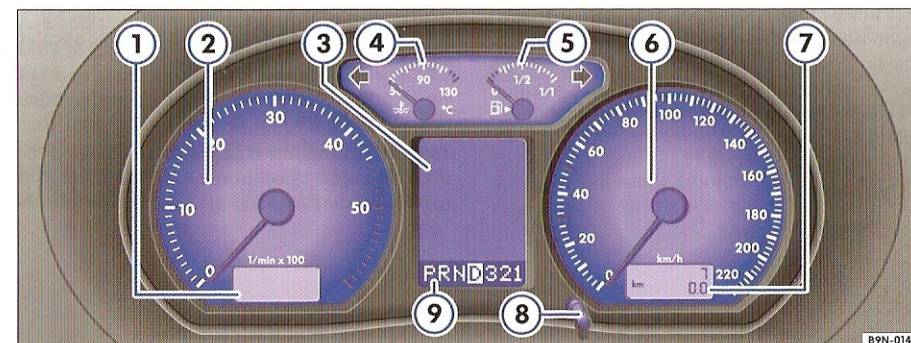

Fig. 3 Imagine din tabloul de bord: Ceasurile de bord.
- Rotiți butonul ⇒ pagina 7, fig. 3" ⑧ până la limită spre stânga, pentru a regla orele. Dacă rotiți butonul scurt spre stânga, se va regla câte o oră.
Începutul zonei roșii a turometrului ⇒ pagina 7, fig. 3" ② reprezintă pentru toate treptele de viteză turația maximă admisă a motorului în regim normal de funcționare. Înaintea atingerii acestei zone, se va indica schimbarea vitezei într-o treaptă superioară sau selectarea poziției⁴⁾ D, sau ridicarea piciorului de pe pedala de accelerație.
Contorul kilometrilor parcurși ⇒ pagina 7, fig. 3" ⑦ se găsește în vitezometru.
Contorul distanțelor scurte parcurse ⇒ pagina 7, fig. 3" ⑦ se găsește în vitezometru.
Indicarea termenelor de prezentare la service se realizează fie prin display-ul kilometrajului ⇒ pagina 7, fig. 3" ⑦, fie prin display-ul⁶⁾ din tabloul de instrumente.
parcurge până la data scadentă. Acest afișaj dispăre după cca. 10 secunde. Apare apoi "simbolul unui ceas" și numărul de zile rămase până la data scadentă de prezentare la service. Pe display-ul din tabloul de instrumente apare următorul afișaj: **SERVICE IN ---KM ODER ---TAGEN** (service în ---km sau ---zile). După cca. 20 secunde de la punerea contactului sau când motorul funcționează, indicația de service se stinge. Puteți comuta pe afișajul normal și prin apăsarea butonului de resetare ⇒ pagina 7, fig. 3" ⑧.
Când contactul este pus, puteți apela oricând informațiile actuale de service, menținând apăsat cel puțin 2 secunde butonul de resetare al km pentru distanțe scurte ⇒ pagina 7, fig. 3" ⑧.
Când se apropie termenul de prezentare la service, pe display apare un **avertisment service**. Apare simbolul unei "chei fixe" și indicatorul "km" cu valoarea kilometrilor care se mai pot parcurge până la data scadentă. Acest afișaj dispăre după cca. 10 secunde. Apare apoi "simbolul unui ceas" și numărul de zile rămase până la data scadentă de prezentare la service. Pe display-ul din tabloul de instrumente apare următorul afișaj: **SERVICE IN ---KM ODER ---TAGEN** (service în ---km sau ---zile). După cca. 20 secunde de la punerea contactului sau când motorul funcționează, indicația de service se stinge. Puteți comuta pe afișajul normal și prin apăsarea butonului de resetare ⇒ pagina 7, fig. 3" ⑧.